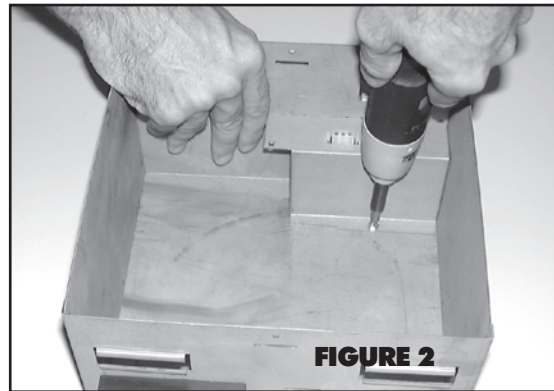

FIGURE 2
4. Remove screw that holds electrical box cover. (Fig. 2)
4. Quite el tornillo que sujeta la cubierta de la caja eléctrica. (Fig. 2)
4. Retirer la vis qui tient le couvercle du boîtier électrique fixé à l'enveloppe. (Fig. 2)